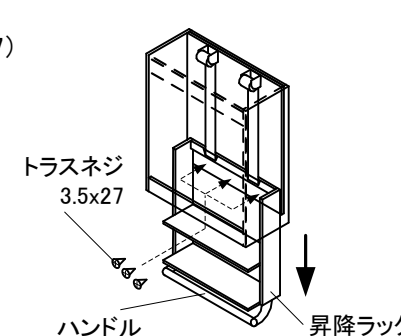

図7: 昇降ユニットの取付
⑦昇降ユニットの取付
ハンドルをにぎり昇降ラックを引き下げ、ベース板の下部を取付穴より、②でははずしたネジ(トラスネジ3.5x27)で取り付けてください。(図7)